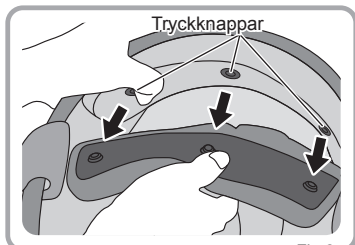

Fig.2
2. Lossa de tre bakre spännena, sedan kan innervadderingen tas bort. (Fig.2)